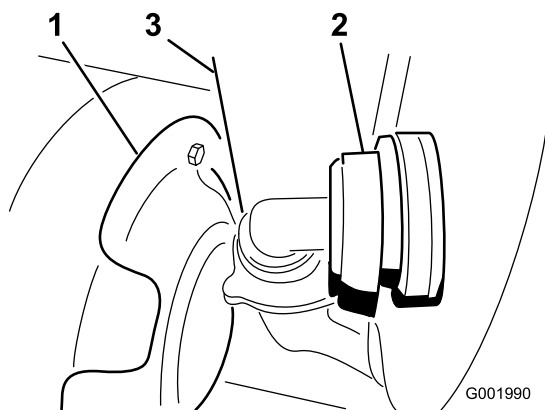

Figure 58
3. Débranchez le flexible situé sur la face avant inférieure de la cuve (Figure 58).
Remarque: Il faudra éventuellement pousser le déflecteur de chaleur (Figure 58) en arrière pour déposer le couvercle.
7. Branchez le flexible à l'avant de la cuve (Figure 58).